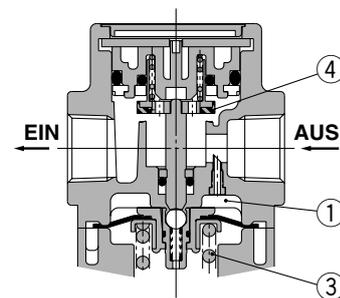

Abb. 2 Rückstrom
Wird der Eingangsdruck ausgeschaltet und abgelassen, öffnet sich das Rückschlagventil ② und der Druck aus der Membrankammer ① wird zur Eingangsseite geleitet (Abb. 2).